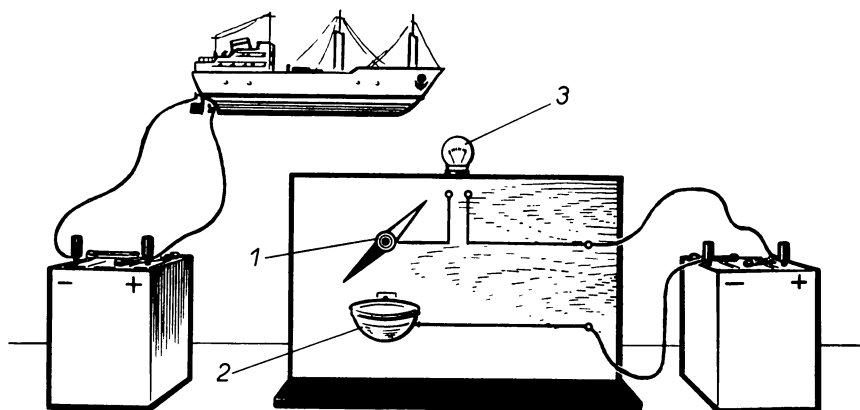

Рис. 108
**Модель магнитной мины и противоминного тральщика.** Простейшая модель магнитной мины (рис. 108) состоит из магнитной стрелки 1, вращающейся в вертикальной плоскости вокруг горизонтальной оси, чашечки с раствором электролита 2, лампочки 3 и аккумулятора.